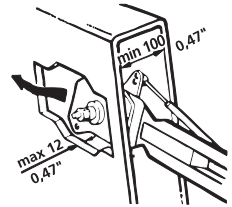

Fig. 11
- Nehmen Sie den Schalthebel ab und ziehen Sie die Schaltung aus der Montageöffnung (Fig.11).